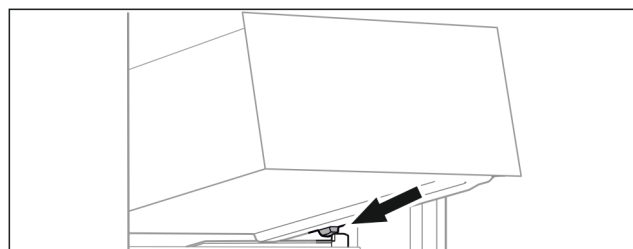

Fig. 29
- ▶ Placer le tiroir, en l'inclinant, derrière les butées sur la nervure de récipient. (voir Fig. 29)